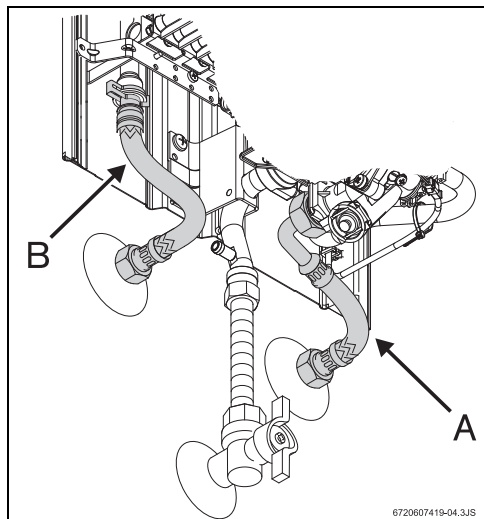

Рис. 13 Подключение водопровода
- ▶ Следить за тем, чтобы при подключении не перепутать место подсоединения водопровода холодной воды (рис. 13, [поз. А] - не поставляетсся с оборудованием) с местом подсоединения водопровода горячей воды (рис. 13, [поз. В]).